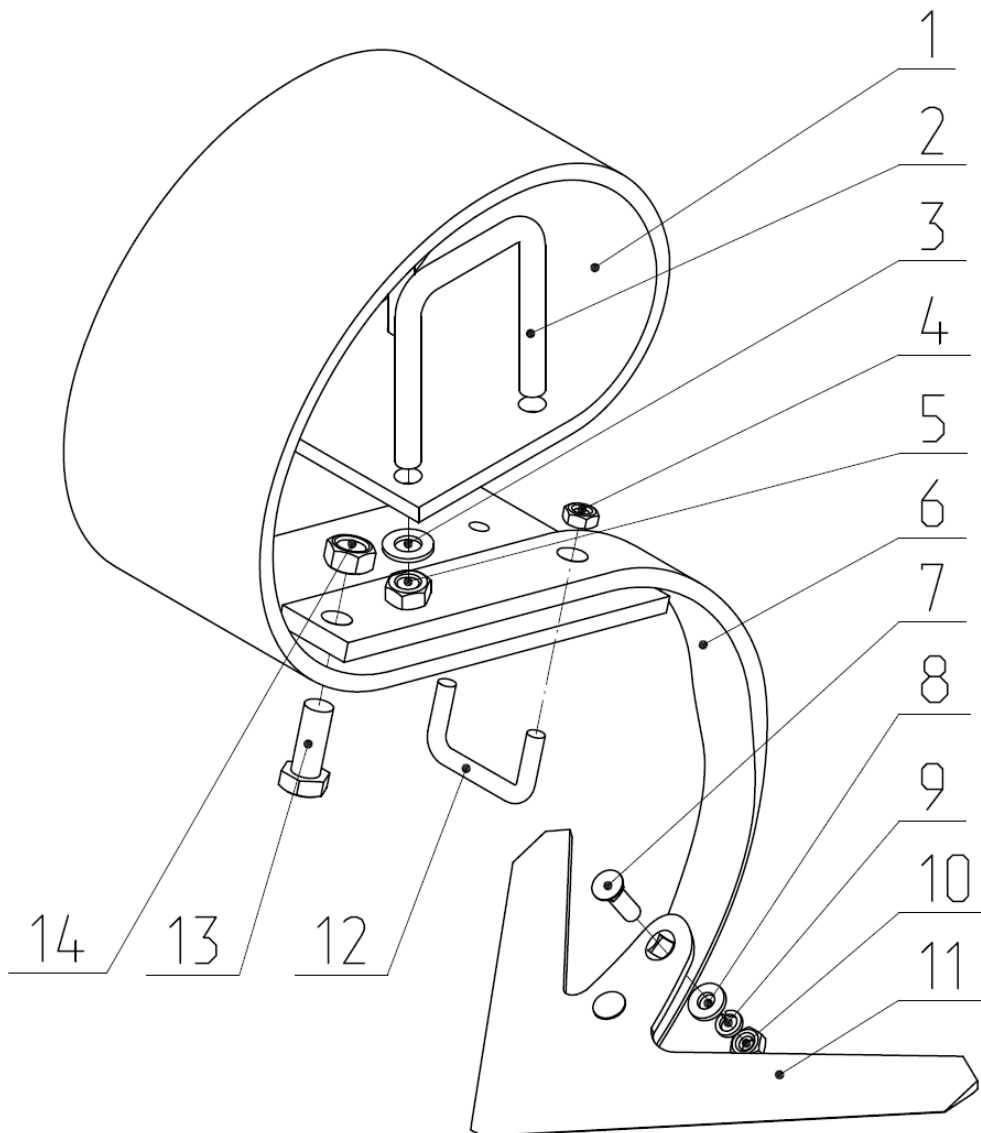

Рис.10 Подвеска КШУ 17.000
2.12.1 Рабочий орган (подвеска КШУ 17.000) (Рис.10) состоит из пружины плоской 1, закрепленной на балках двумя скобами 2. К пружине плоской 1 закреплена стойка 6 скобой 12 и болтом 13. К стойке 6 прикреплена лапа (330мм) болтами 7, шайбой 8, шайбой 9, гайкой 10.